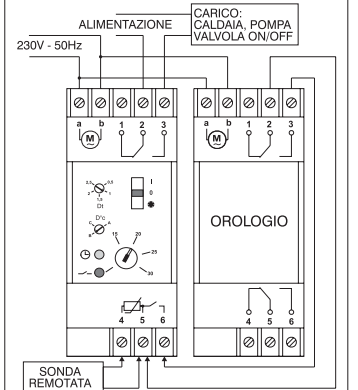

fig.3
- Eseguire il collegamento elettrico al termostato, morsetti 4 e 5 (fig. 3).
Per ottenere una riduzione di temperatura è necessario collegare il termostato come indicato in fig. 3. Il contatto da collegare all'orologio o altro dispositivo di comando, deve essere libero da potenziale.